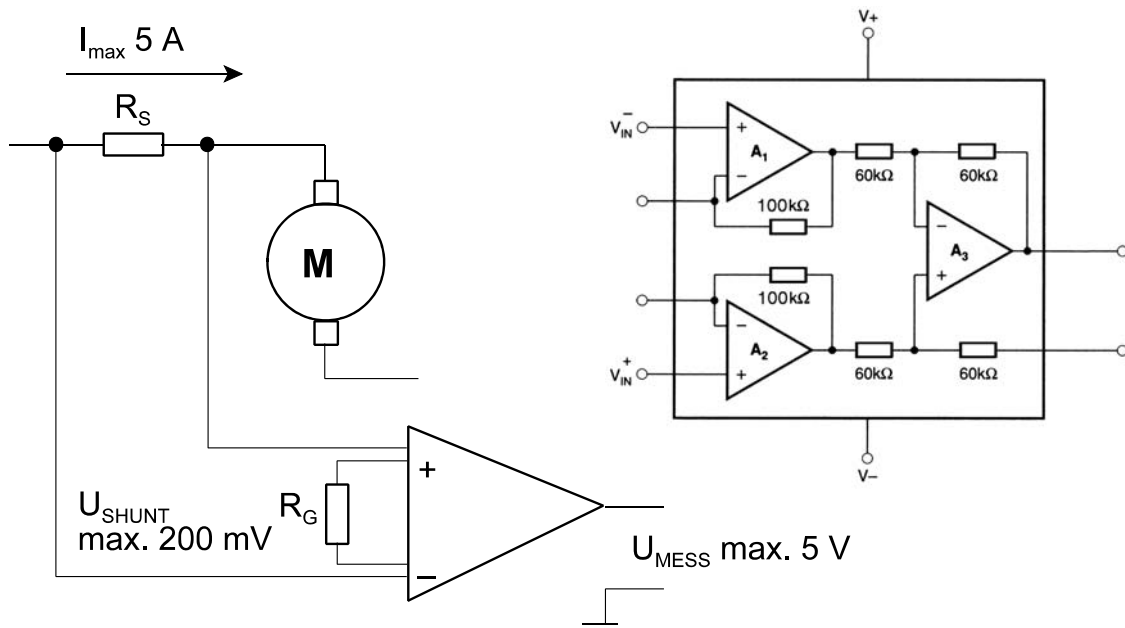

Abb. 7.
9. Es geht um die Überwachung eines Laststroms (Abb. 7).
- b) Wenn die gemäß Abb. 7 gelieferte Meßspannung U_{MESS} einen bestimmten Wert übersteigt (als Beispiel seien 4 V genannt), soll ein Relais anziehen. Entwerfen Sie eine entsprechende Schaltung. Sie sollte den betreffenden Pegel einigermaßen genau erkennen. (Keine Dimensionierung. Es sollte aber auch kein wesentliches Bauelement vergessen werden.) Eine hinreichend hohe Betriebsspannung VCC steht bereit. (14 Punkte)